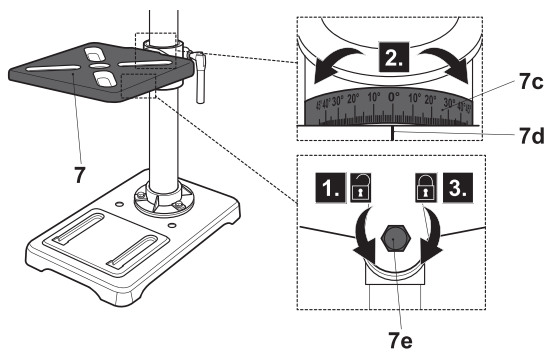

Fig. 14
- > Desaperte levemente o parafuso hexagonal (7e) situado por debaixo da mesa do berbequim (7) com uma chave adequada (Fig. 14, passo 1).
- > Incline a mesa do berbequim (7) até que o indicador (7d) se alinhe com o ângulo desejado na escala (7c) (Fig. 14, passo 2).
- > Depois, aperte o parafuso hexagonal (7e) (Fig. 14, passo 3).